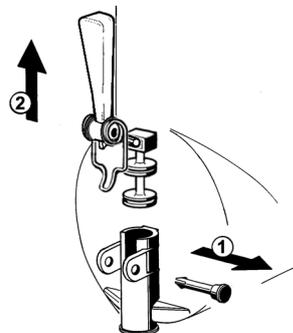

Bild 10
- 5 Den Ablasshahn in der gezeigten Reihenfolge zerlegen (Bild 10).
**3** Den Hahn auf dem Behälter wieder zusammensetzen. Dabei die zur Demontage durchgeführten Schritte in umgekehrter Reihenfolge ausführen (Bild 10).